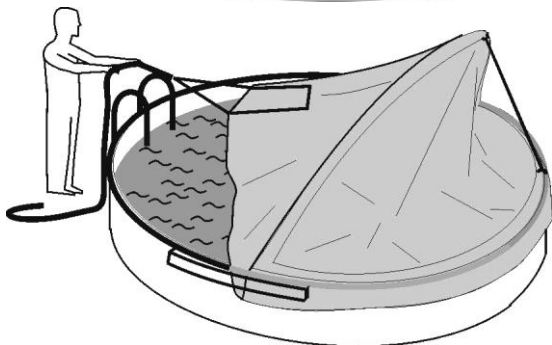

Abb. 10.2
- Cabrio Dome umklappen. Durch das Zugseil (9) muss das Umklappen kontrolliert werden. (Abb. 10.2)